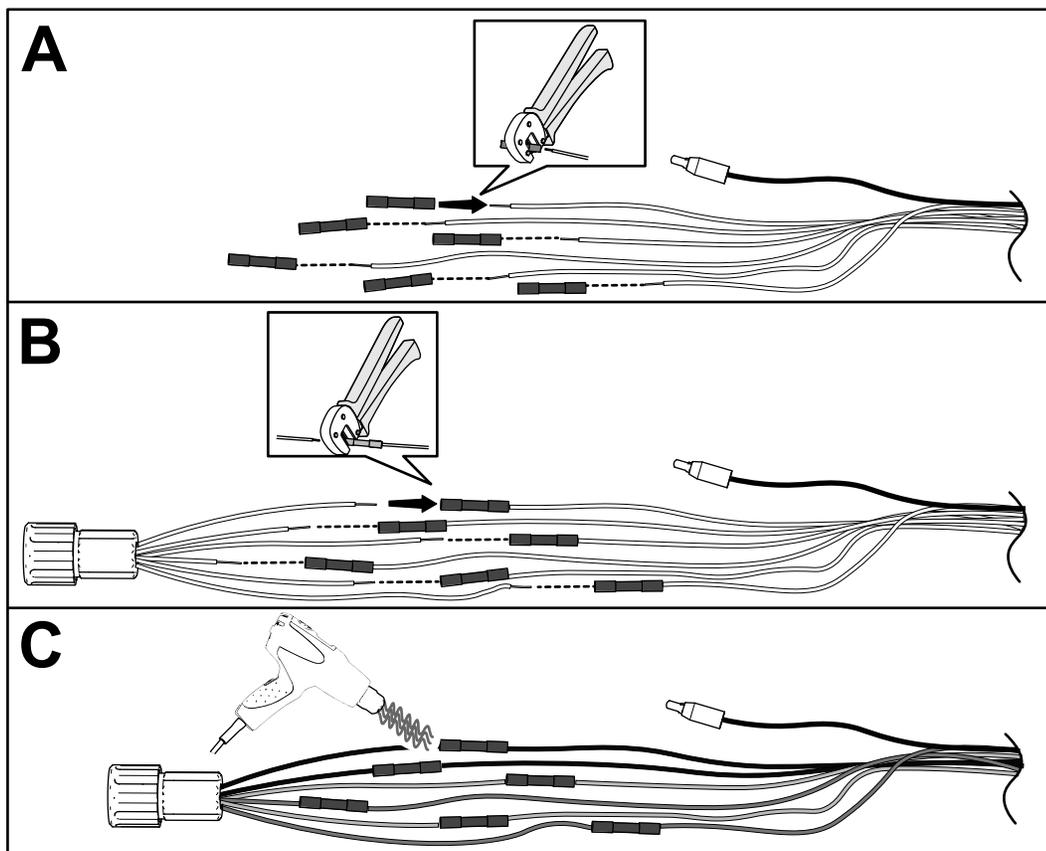

Figura 7
8. En el arnés de cables existente, instale un empalme de extremo abierto en el extremo de los 6 cables restantes, uno a uno, con una herramienta de prensado que se ajuste a la posición (20-18 AWG); consulte A en la Figura 7.
9. Inserte cada uno de los cables del adaptador del motor en el empalme de extremo abierto correspondiente, haciendo coincidir el color del aislamiento de los cables, y acople el conector de forma segura (B en la Figura 7).
10. Utilice una pistola térmica idónea para contraer el aislamiento del empalme hasta que salga el adhesivo de cada extremo (C de la Figura 7).